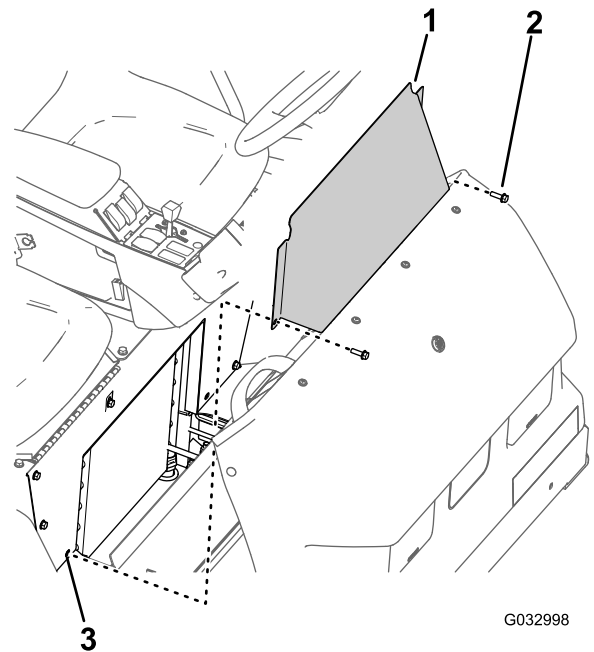

図 60
1. シートベースアクセスパネルを座席ベースに固定しているフランジヘッドボルト2本を取り外す 図 60。
2. 機体からシートベースアクセスパネルを外す 図 60。
1. シートベースアクセスパネルの穴を座席ベースの穴に合わせる 図 60。
2. シートベースアクセスパネルを座席ベースに固定する 図 601 シートベースアクセスパネルを外す \(ページ 48\)で外したフランジヘッドボルト2本を使用する。